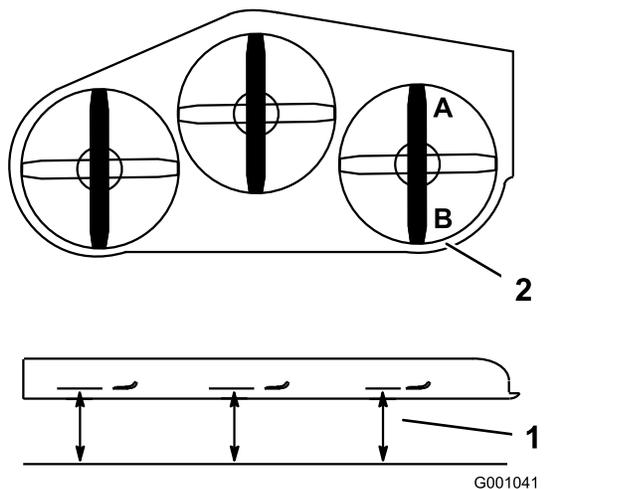

図 95
- ブレードのうちの1枚を前後方向に向ける。A位置とB位置で、平らな床面からブレードの刃先までの高さを測る 図 95。